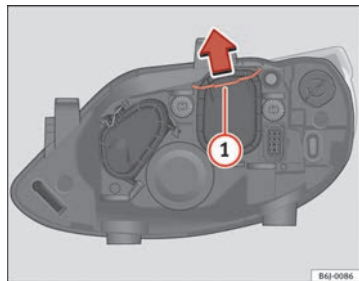

Fig. 153 Luz de cruce
- Desplace el tirante ⇒ fig. 153 (1) en el sentido de la flecha y saque la tapa.